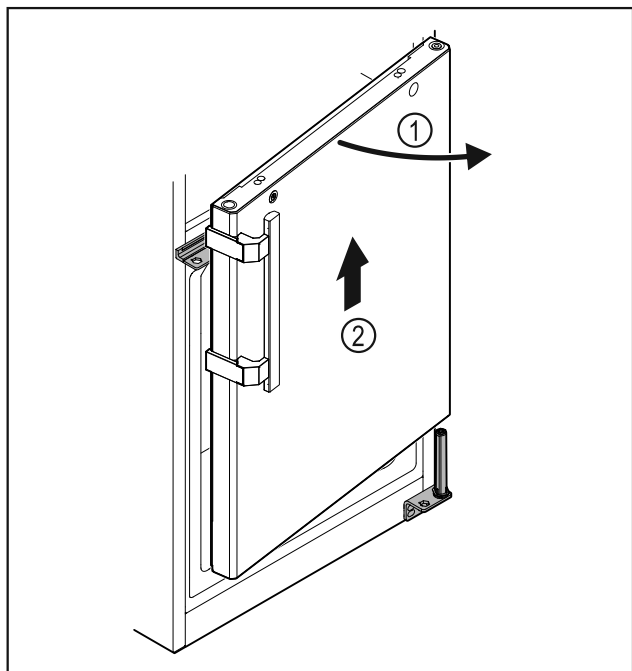

Fig. 33
- ▶ Aprire di poco la porta Fig. 33 (1), sollevarla di ca. 200 mm verso l'alto in senso orizzontale e rimuoverla Fig. 33 (2).